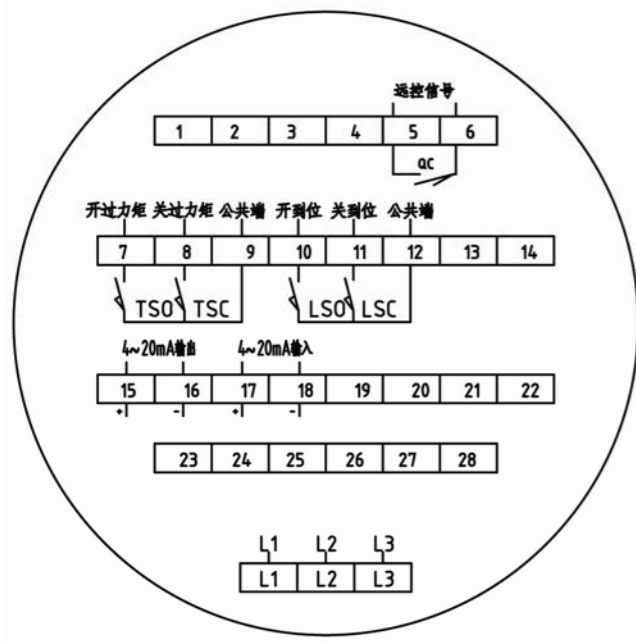
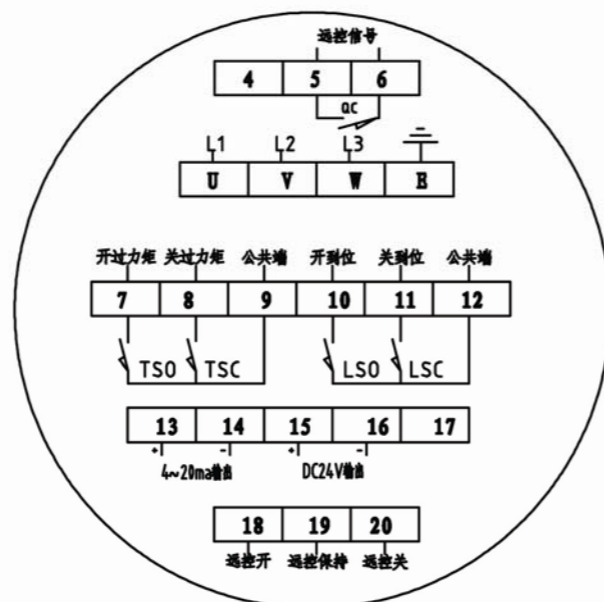

图 14 整体调节户外型端子接线图
图 15 整体调节隔爆型端子接线图
6.6 整体调节户外型及整体调节隔爆型端子接线图见图 14、图 15